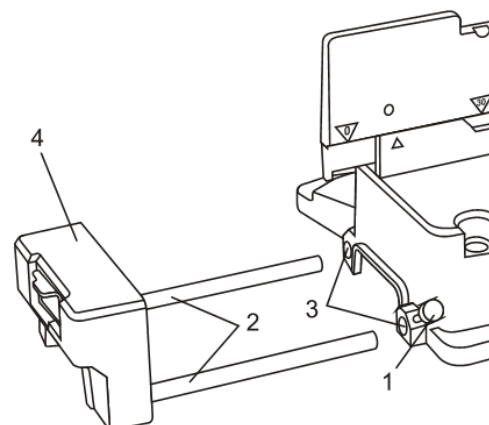

Fig. 4
1. Tournez la vis de blocage du support d'extension de la base (1) dans le sens inverse des aiguilles d'une montre jusqu'à ce qu'elle ne dépasse pas dans le trou du moulage de la base (3) (Fig. 4).
2. Insérez les deux tiges de support d'extension de la base (2) dans les trous correspondants du moulage de la base (3).